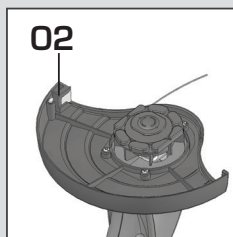

Fig. 14
O pedaço de fio em excesso será cortado pela lâmina limitadora no momento em que o aparador entrar em funcionamento (2) [Fig. 14].